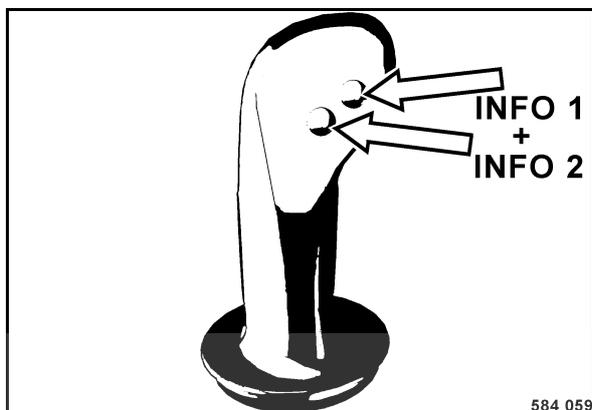

fig. 90
- Appuyer sur les deux touches Info (fig. 90) pendant plus de trois secondes pour accéder au mode d'enregistrement.